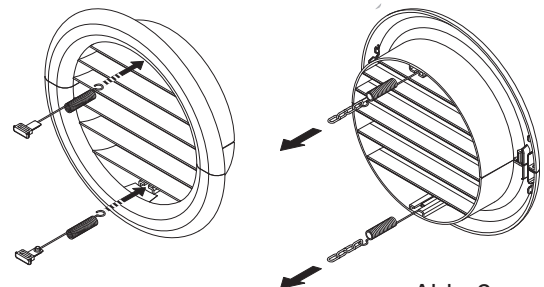

Abb. 9
- Setzen Sie die beiden Kappen (mit Feder) im vorderen Teil des Außengitters in ihre Gehäuse ein und ziehen Sie sie bis zum Klicken. (Abb. 9)